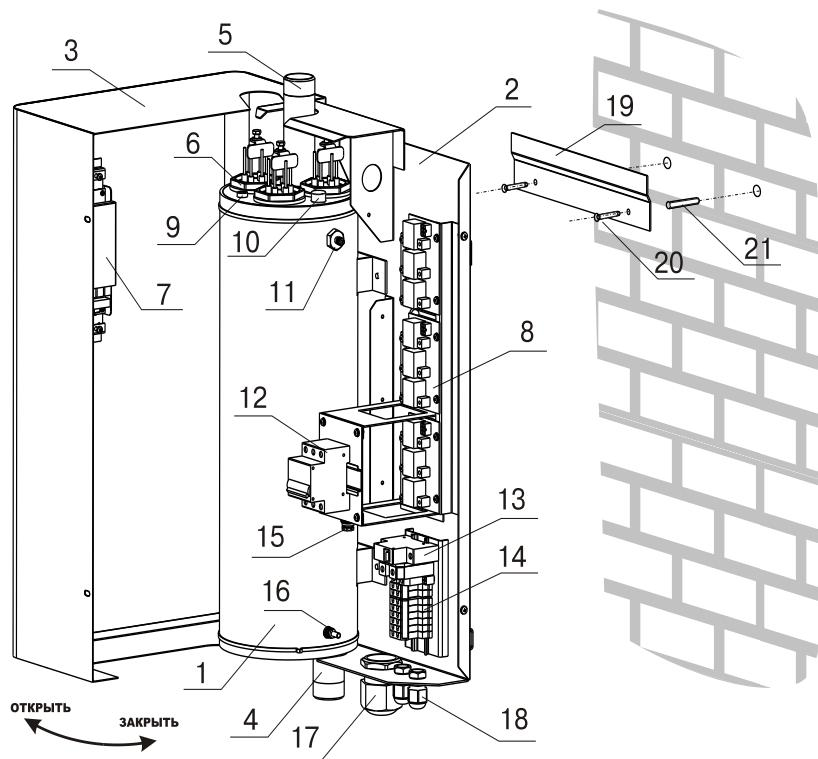
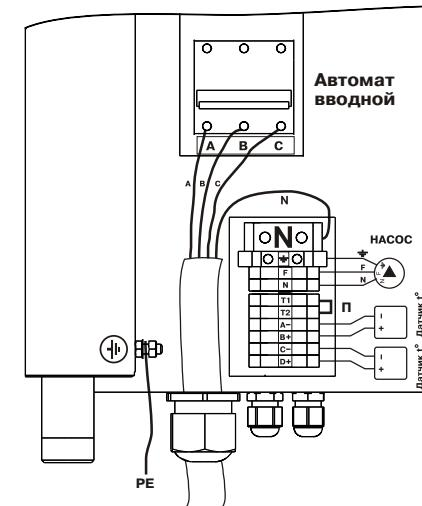

Рис.1 Конструкция электроводонагревателя и способ его крепления к стене
Рис.3 Схема подключения электроводонагревателя
5.1. Электроводонагреватель (Рис.1) состоит из корпуса (1) сварной конструкции с фланцами, патрубком входа воды (4) и патрубком выхода воды (5), имеющих резьбу G1 1/2-В. В верхней части корпуса установлены три блока нагревательных элементов(6), датчик температуры воды(9), датчик перегрева(10) и датчик уровня воды(11). Корпус установлен на основании(2). Защитный кожух (3) выполнен из стального листа и служит для защиты обслуживающего персонала от ожогов и поражения электрическим током. Кожух подвешен на основании при помощи механизма, который позволяет не снимая кожух с электроводонагревателя, открывать и закрывать его в направлении, указанном на Рис.1. При необходимости кожух можно легко снять с основания.
- Закрепить кронштейн крепления на вертикальной поверхности в необходимом месте с помощью шурупов, входящих в комплект и установить на него водонагреватель как показано на Рис.1.
- Открыть кожух (3) как показано на Рис.1, предварительно выкрутив четыре винта крепления кожуха.
- Подключить электроводонагреватель к трехфазной сети переменного тока 380 В, 50 Гц, для этого присоединить рабочий нулевой провод на клемму нейтраль(Н) электроводонагревателя, фазные провода на клеммы А, В, С вводного автомата. Защитный нулевой провод (РЕ) подключить на болт "ЗАЗЕМЛЕНИЕ" см. Рис.3.
- Присоединить датчик температуры воздуха на улице к контактам (С-, Д+) на клеммной колодке, проводом с сечением не менее 0,5 кв.мм и длиной до 20 м, при этом необходимо строго соблюдать полярность, обозначенную на колодке (10). Маркировка проводов датчиков температуры воздуха: красный(+), синий(-).
- Присоединить провода (F, N, заземление) от насоса к соответствующим контактам на клеммной колодке котла как показано на Рис.3. Мощность, потребляемая насосом не должна превышать 500 Вт.
- Для установки дополнительного модуля-GSM необходимо снять блок управления (7) с кожуха водонагревателя (3), снять крышку с блока управления и установить на ее место крышку с платой модуля-GSM, предварительно подключив кабель управления модулем к разъему XS4 на плате блока управления. Далее необходимо установить SIM-карту в модуль, установить на место блок управления и присоединить antennу к разъему модуля-GSM. Провод от антенны необходимо пропустить в кабельный ввод (18).
- закрыть кожух (3) как показано на Рис.1 и закрутить винты крепления.